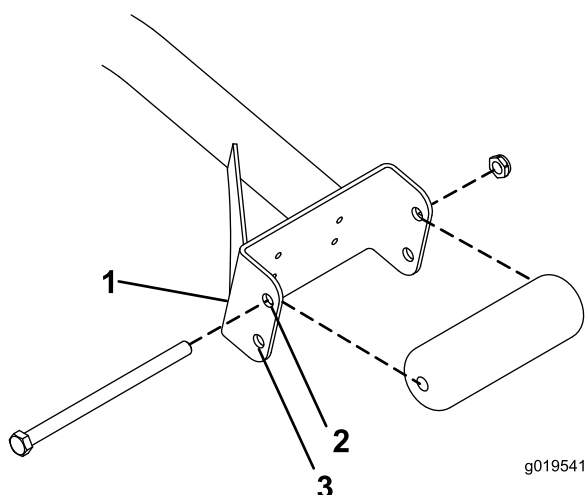

Figure 3
- Pour les tabliers de coupe de 69 cm (27 po), placez les rouleaux dans les trous de fixation supérieurs des profilés du support (Figure 3).
- Pour les tabliers de coupe de 81 cm (32 po), placez les rouleaux dans les trous de fixation inférieurs des profilés du support (Figure 3).